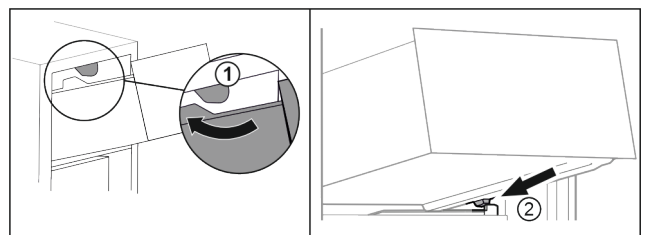

Fig. 90
- Far passare il cassetto sui fermi superiori. Fig. 90 (1)
- Applicare il cassetto inclinandolo dietro i fermi inferiori sulla nervatura del contenitore. Fig. 90 (2)